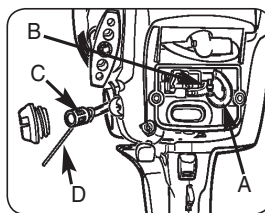

Рис. 15
3. Извлеките топливный фильтр (С) из резервуара куском проволоки с изогнутым концом (D) или плоскогубцами с длинными губками. Снимите фильтр и выбросьте его.
5. Снова подсоедините топливный шланг (А) к прокладке карбюратора (В). Вставьте обратно воздушный фильтр и крышку (Рис. 15).